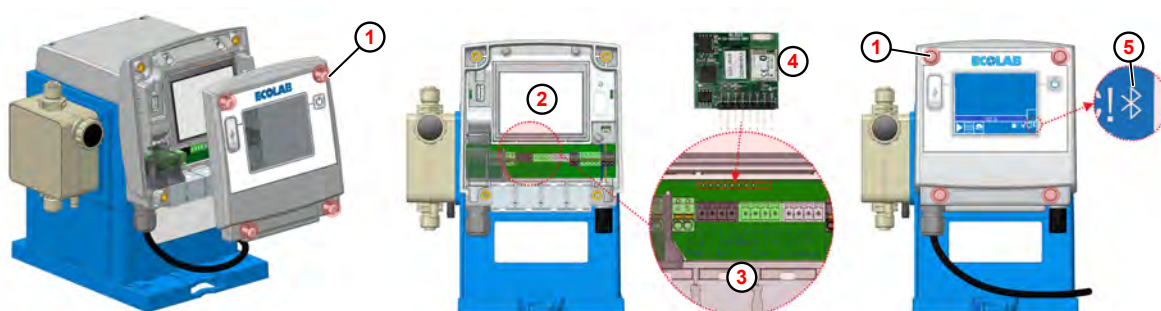

Fig. 116: Aggiornamento con scheda Bluetooth
1. ➤ Allentare le viti del coperchio (Fig. 116 , ①) con una chiave Torx (TX25).
2. ➤ Rimuovere il coperchio ② dal davanti.
3. ➤ Staccare le spine con la seguente numerazione 4-5, 6-8, 10-13 e 14-17 ③ per poter fare spazio per la scheda Bluetooth.
4. ➤ Inserire la scheda Bluetooth ④ nello slot di collegamento.
7. ➤ Mettere correttamente il coperchio anteriore ② sull'alloggiamento.